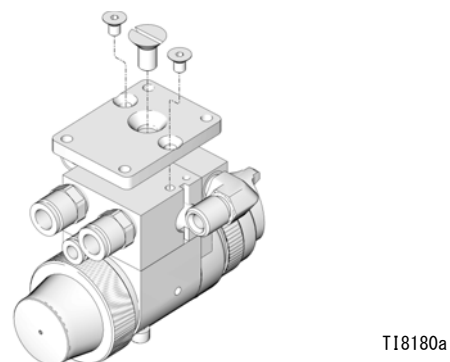

図 5: レトロフィットアダプタプレート
1. キット付属のネジを 3 本使用して、アダプタプレートのマニホールドに取り付けます (図 5)。